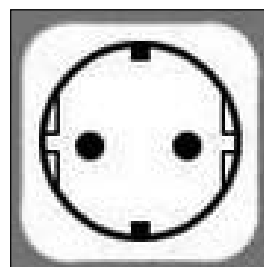

fig. 22 - Tomada Schuko
- é necessária uma tomada de parede Schuko com ligação à terra e proteção separada (fig. 22);